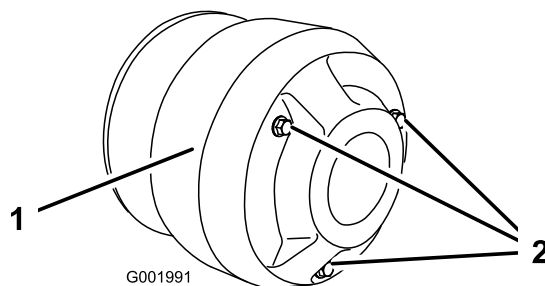

図 59
4. クラッチ・カバーのボルト (3本) を外してカバーを取る(図 59)。